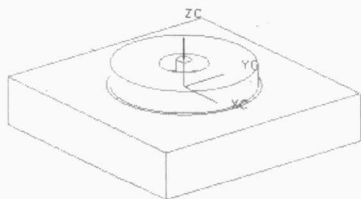
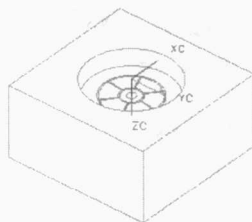

图 1-24 型芯
图 1-25 型腔
- ⑧ 在对话框上单击“自动创建型腔型芯”按钮，系统自动创建型芯和型腔。
- ⑨ 单击对话框上的“取消”按钮，然后在分型管理器对话框上单击“关闭”按钮，完成型芯和型腔的创建。
- ⑩ 单击菜单“窗口→ele_core_013.prt”命令，显示型芯，如图 1-24 所示。用同样的方法显示型腔，如图 1-25 所示。